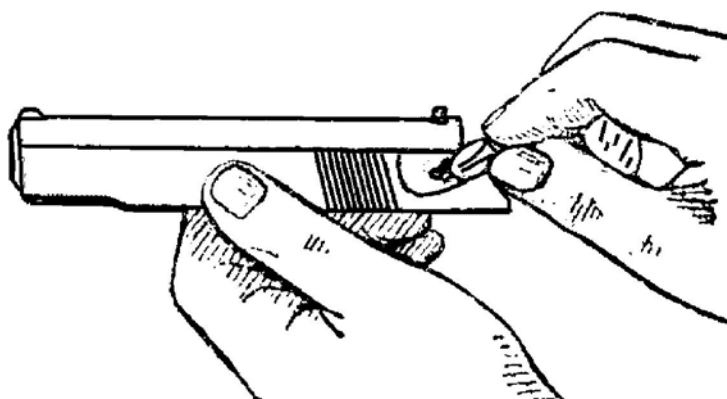

Рис. 12. Отделение предохранителя от затвора.
6. Отделить предохранитель и ударник от затвора. Взяв затвор в левую руку, большим пальцем правой руки повернуть флажок предохранителя вверх; затем указательным и большим пальцами правой руки отвести флажок из гнезда несколько в сторону, повернуть дальше назад и вынуть из гнезда затвора (рис. 12).